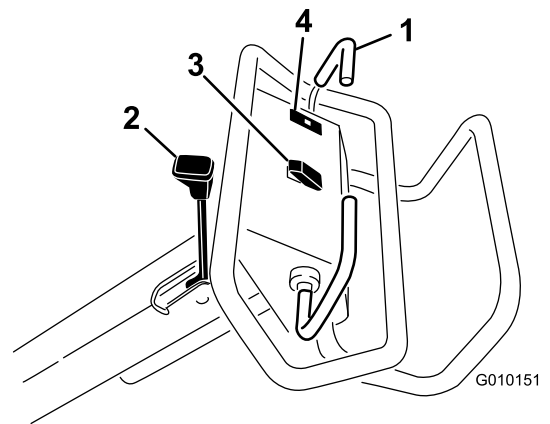

Figura 11
Pentru deplasare în față, deplasați spre față maneta de traciune. Pentru deplasare în spate, deplasați maneta de traciune spre spate (Figura 11).
- Pentru a cupla frâna de parcare, deplasai maneta frânei de parcare către mânerul operatorului (Figura 11).
Lampa de avertizare presiune ulei (Figura 11) se aprinde atunci când presiunea uleiului de motor scade sub un nivel sigur. Dacă scade presiunea uleiului, opriți motorul și determinați cauza. Remediază orice deteriorare înainte de a porni motorul din nou.
Ridicare - apăsați partea superioară a comutatorului (Figura 11) pentru a ridica și pentru a decupla capul de carotaj. Motorul trebuie să funcționeze pentru a genera presiunea de ridicare. În cazul în care capul de carotaj este sub înălțimea de transport, consultați Resetarea circuitului de control al sistemului (Pagină 25).
Coborâre/cuplare - apăsați partea inferioară a comutatorului (Figura 11) pentru a coborî și pentru a cupla capul de carotaj. Maneta de tracțiune trebuie să fie în poziția spre înainte pentru a activa comutatorul.